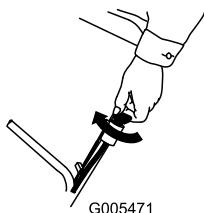
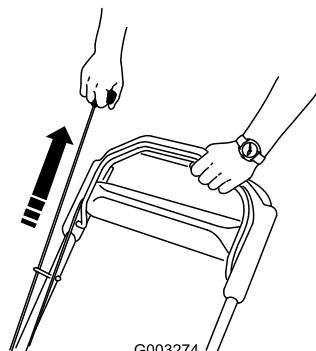

Figura 16
Figura 17
- Girare la chiave di accensione (solo modello 20796) (Figura 16) o tirare l'avviatore autoavvolgente (Figura 17).